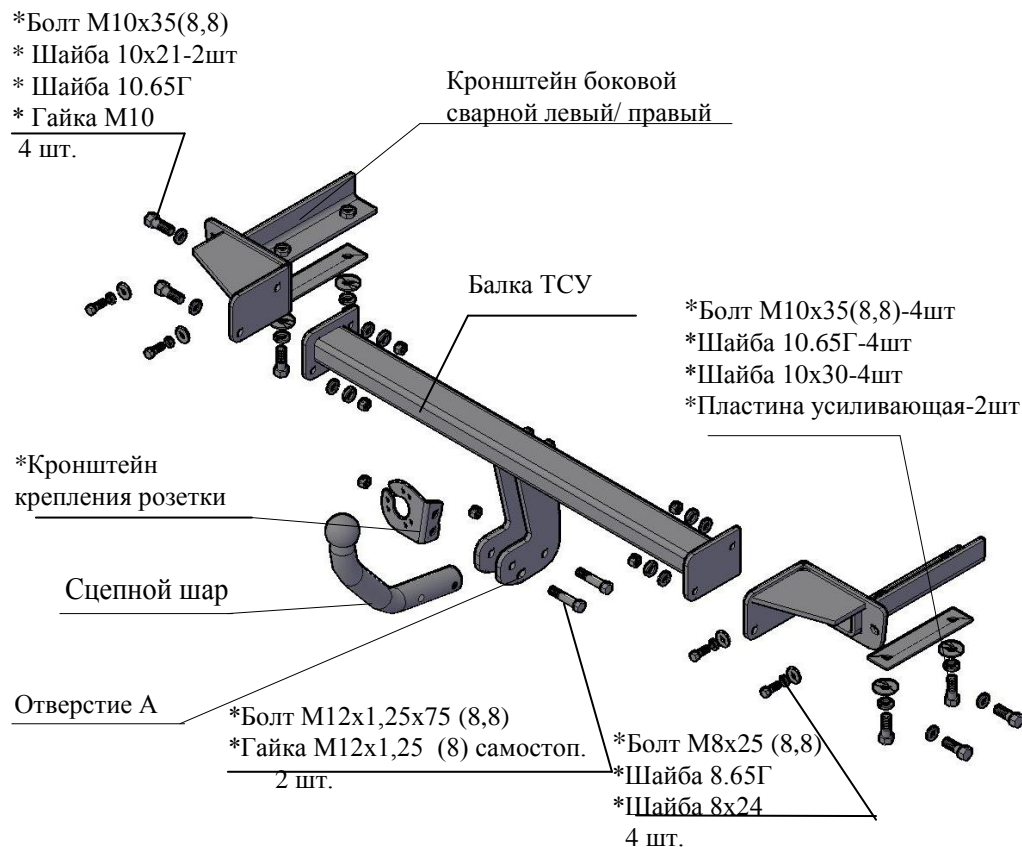

Рис.1 Тягово-сцепное устройство ТСУ 2180.
| 2.1 ТСУ 2180 в сборе (рис.1) | 1 шт. |
| 2.2 Пакет с комплектующими (см. рис.1) | 1 шт. |
4.3 Вставить левый и правый боковые сварные кронштейны (соответственно рис.1) внутрь лонжеронов, закрепить к нижним полкам лонжеронов а/м болтами М10х35, под головки болтов подложить шайбы 10.65.Г, шайбы 10х30 и пластины усиливающие (см.рис.1). Крепеж не затягивать.